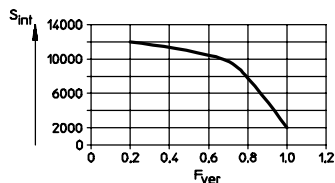

Fig. 35
1. Calcolare gli carichi della guida F_{ver} con l'aiuto della formula per carichi combinati (vedi Dati tecnici) e prelevare la frequenza delle lubrificazioni S_{int} dalla Fig. 35.